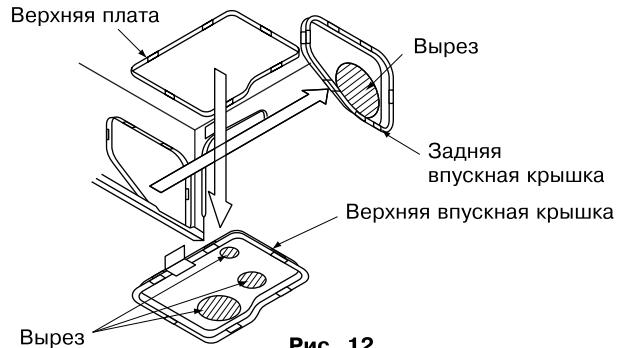

Рис. 12
(1) В случае трубопровода с задней проводкой
- Снимите заднюю крышку для трубопровода. (См. рис. 12, 14)
(2) В случае трубопровода с верхней проводкой
- Снимите крышку выходного отверстия в потолке и воспользуйтесь для присоединения трубопровода дополнительной L-образной установочной арматурой. (См. рис. 12, 13)
(3) В случае правостороннего трубопровода
- По окончании монтажа трубопровода подрежьте ножницами снятую впускную крышку по форме отверстия трубопровода и присоедините ее. Перед последующим снятием верхней впускной крышки присоедините проводящие линии для двигателя перекидной задвижки и термистора, пропуская их через зажимную скобу вверху впускной крышки. **(См. рис. 12, 15)**